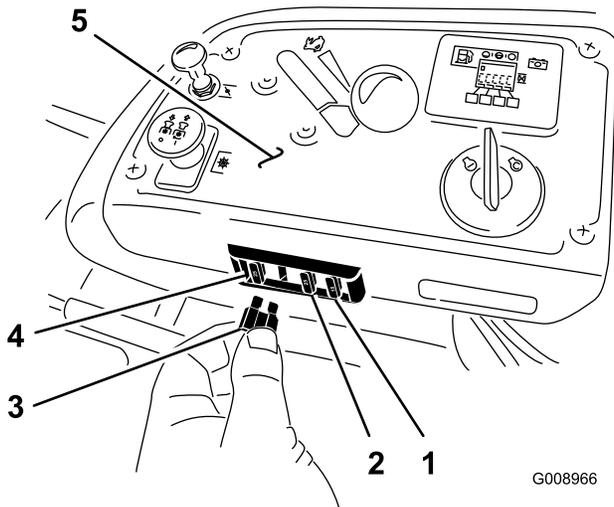

Figure 56
1. Les fusibles sont situés sur la console droite, près du siège (Figure 56).
3. Remplacez le fusible (Figure 56).